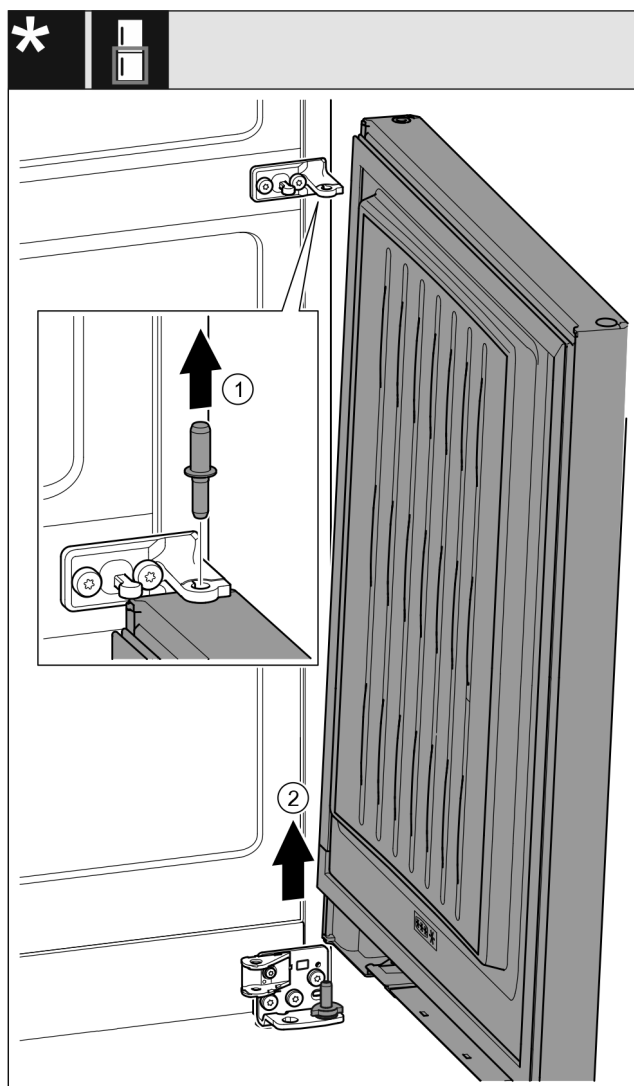

Fig. 23 *
- ▶ Čap vyťahnite nahor. Fig. 23 (1)*
- ▶ Dvere vyklopte von, nadvihnite smerom hore a odložte nabok. Fig. 23 (2)*